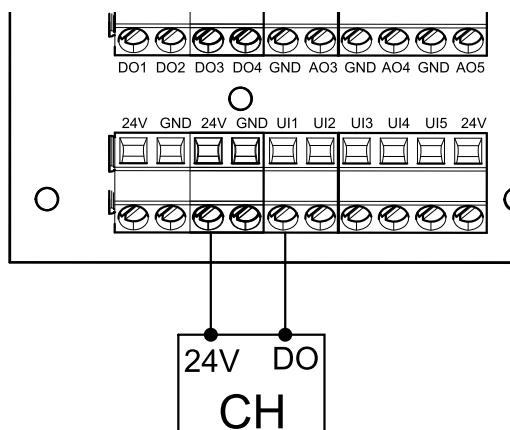

Bild 18 Anschließen der Dunstabzugshaube
1. Steuerleitungen von der Dunstabzugshaube an einen beliebigen freien Universaleingang und 24 V auf der externen Anschlussplatine anschließen (Abbildung 18). Weitere Informationen zur Anschlussplatine finden Sie unter 8.2 Externe Anschlüsse (außenliegenden Anschlussbox), Seite 188.